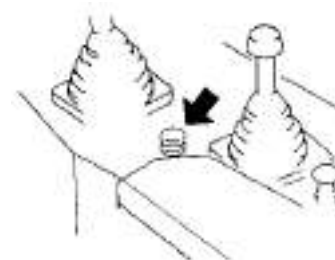

Рис. 2-26
2.2.3.2 Выключатель клаксона (Рис. 2-26)